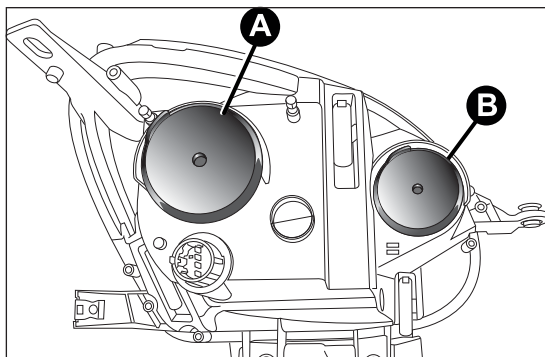

fig. 128
Contienen las lámparas de las luces de cruce, de carretera y de los intermitentes. La ubicación de las lámparas es la siguiente fig. 128:
- ☐ quitar la tapa A fig. 128;
- ☐ por último, volver a montar la tapa A fig. 128.
- ☐ quitar la tapa B fig. 128;